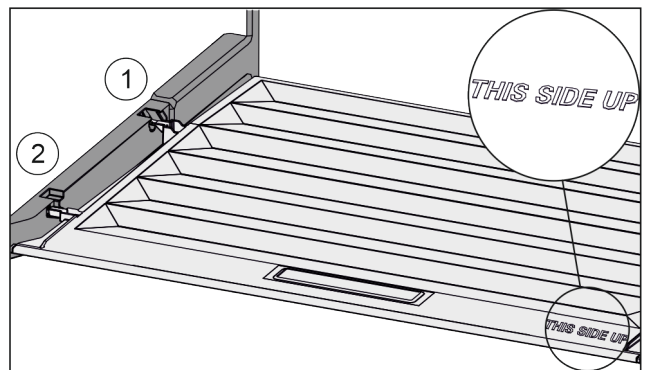

Fig. 74
- Introduire les rainures du couvercle par l'orifice du support arrière Fig. 74 (1) et les enclencher à l'avant dans le support Fig. 74 (2).